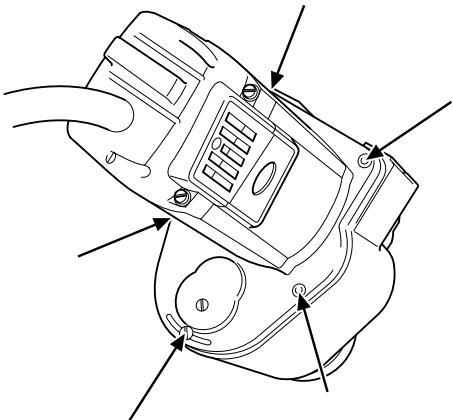

Fig. 9
3. Remove the five screws (Fig. 9) that hold together the motor and the gearbox.
3. Die fünf Schrauben herausdrehen (Abb. 9), die Motor und Getriebe verbinden.
3. Dévisser les cinq vis (fig. 9) qui maintiennent le moteur et la boîte de vitesses.